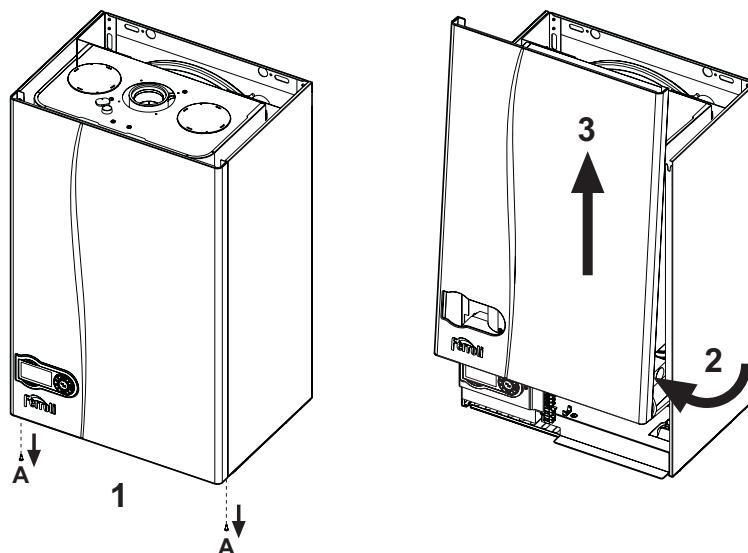

рис. 29 - Снятие кожуха
1. Отвинтите винты "А" (см. рис. 29).
2. Поверните кожух (см. рис. 29).